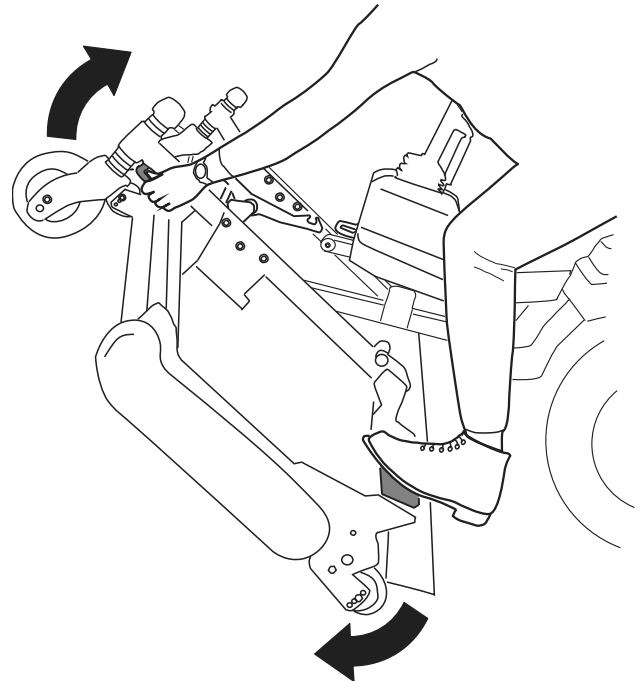
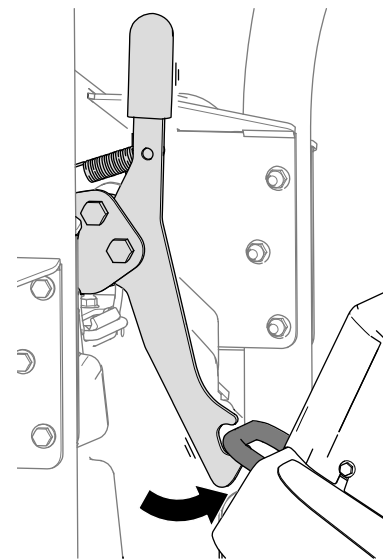
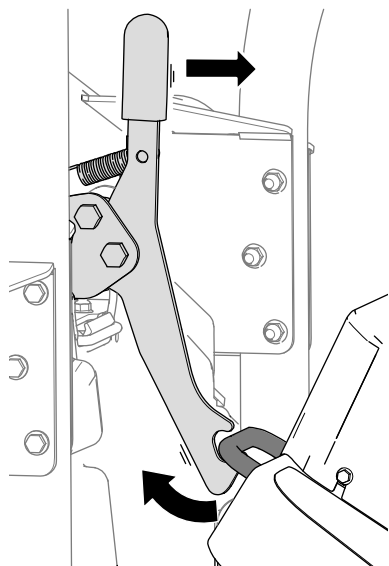

Figure 32
Figure 33
Figure 34
5. Tournez l'unité de coupe (Figure 32) de sorte que le verrou s'enclenche sur l'anneau d'arrimage (Figure 33).
1. Dégagez le verrou de l'unité de coupe de l'anneau d'arrimage (Figure 34) en faisant pivoter l'unité de coupe vers l'avant (voir Figure 32) et en tirant la poignée de verrouillage vers l'avant.